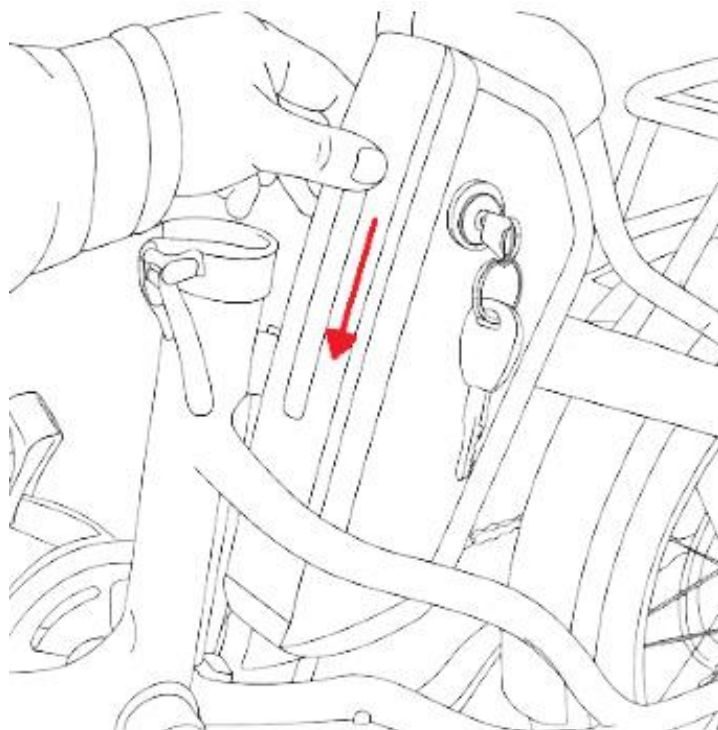

Fig. 11
1. Alignez la batterie avec la glissière de montage. (Fig. 11)